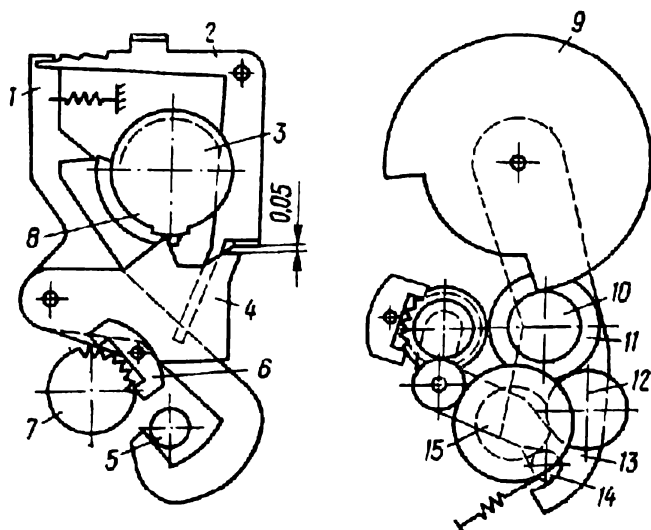

Рис. 25 Положение деталей тормозного механизма на выдержке «В»:
Проверка и регулировка положения выступа рычага 1 (рис. 25) и платы 4 относительно кулачков 3 и 8 на выдержке «В»
5.2.77. Установить заводную головку на выдержку «В» и взвести затвор. Проверить положение рычагов и платы относительно кулачков 3 и 8 — оно должно соответствовать рис. 25 (выступ рычага 1 должен находиться на верхней ступени кулачка 3 на расстоянии не менее 0,2 мм до края кулачка).